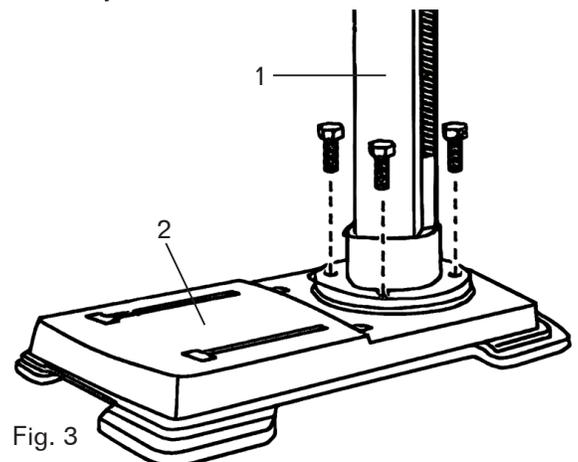

Fig. 3
FIJACIÓN DE LA COLUMNA A LA BASE (FIG. 3)
1. Coloque el conjunto de la columna (Fig. 3 - 1) sobre la base (Fig. 3 - 2), alineando los orificios de soporte de la columna con los orificios de la base.
2. Instale un perno de cabeza hexagonal (Fig. 3 - 3) en cada orificio de soporte de la columna y apriete los pernos con la llave ajustable (no incluida).